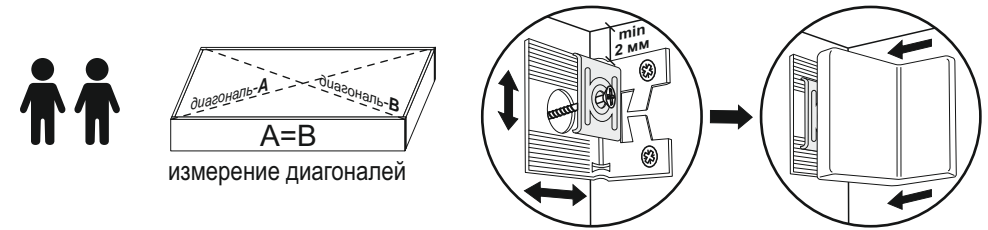

Рис.1 Навес / Сушка
- Соединить боковины (1) и стяжки (3) еврошурупами (рис.1,2).
- Перевернуть изделие лицевой частью вниз и замерить диагонали секции (они должны быть равны: +/- 2 мм). Прибить гвоздями 2x20 заднюю стенку, состоящую из ХДФ (4) и соединительной планки (в секциях 600/800) (рис.1,2).
- Приложить навесы к боковинам (1) не ближе 2-3 мм от крыши. Через отверстия Ø15 мм нанести отметки на ХДФ (4) и вырезать/просверлить отверстия в местах крепления к стене. Затем прикрутить навесы к боковинам (1) шурупами 4x16 П/Ш (рис.1,2).
- Навесить створки (5), используя петли и шурупы 4x16 (рис.1,2). При необходимости отрегулировать петли. **Монтировать и регулировать створки после окончательной сборки всех коробов кухни.**
- В зависимости от расположения створок (5) (правые или левые), досверлить необходимые отверстия Ø5 и прикрутить ручки шурупами 4x25/32 П/Ш (рис.1,2). Оставшиеся технические отверстия заглушить мебельными заглушками d5 (рис.1).
- В секциях Навес, вставить полкодержатели в соответствующие отверстия в боковинах (1) и установить полки (3) (рис.1,2).